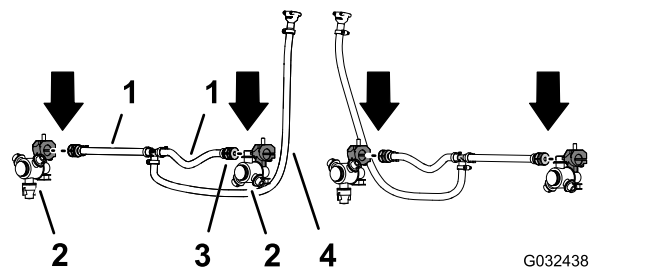
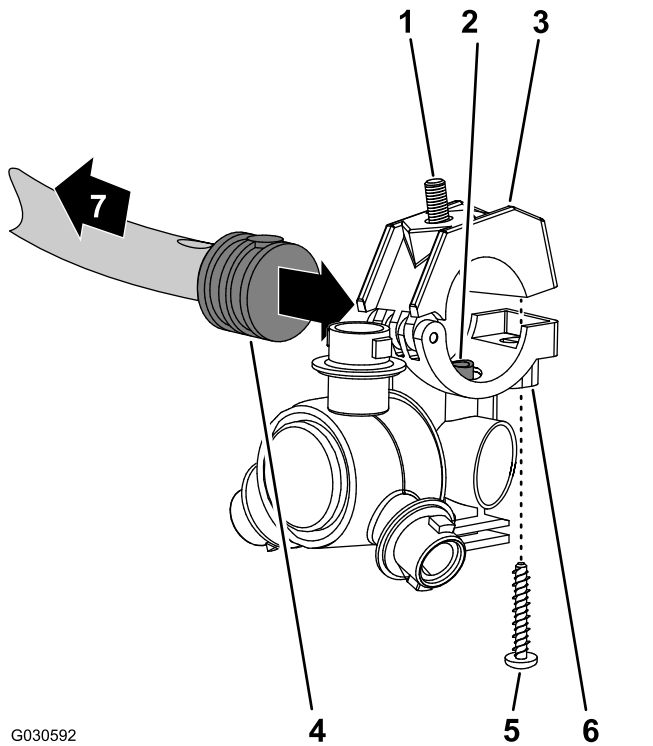

Figure 81
Figure 80
- Avec les buses de pulvérisation déposées à l'opération 12 Dépose des flexibles des buses de pulvérisation du système à 3 sections (page 33), retirez les vis en acier inoxydable qui fixent les demi-colliers supérieurs aux demi-colliers inférieurs (Figure 80).
- Localisez le trou dans le côté de la douille cannelée simple au bout du flexible de 25 cm (10 po) de l'ensemble flexibles (vanne de pulvérisation 5 ou 6) pour la section de rampe centrale (Figure 80 et Figure 81).
- Alignez le tube de transfert dans le demi-collier inférieur d'une buse de pulvérisation (Figure 80) sur le trou dans le côté de la douille cannelée simple (½ po).
- Fermez le demi-collier supérieur autour de la douille cannelée, puis fixez le demi-collier et le corps de la buse de pulvérisation (Figure 80) avec la vis en acier inoxydable (n° 12 x 1¼ po); serrez la vis à un couple de 2,26 à 2,82 N·m (20 à 25 po-lb).
- Répétez les opérations 2 à 4 pour les douilles cannelées simples des autres flexibles (vanne de pulvérisation 5 ou 6) de la section de rampe centrale (Figure 80 et Figure 81).